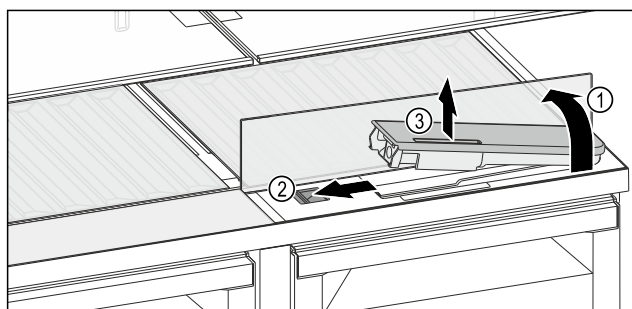

Fig. 144
- ▶ 抬起玻璃隔板，将其向后翻转至止挡 Fig. 144 (1)。
- ▶ 向左推滑块 Fig. 144 (2)。
- ▶ 取出水箱 Fig. 144 (3)。